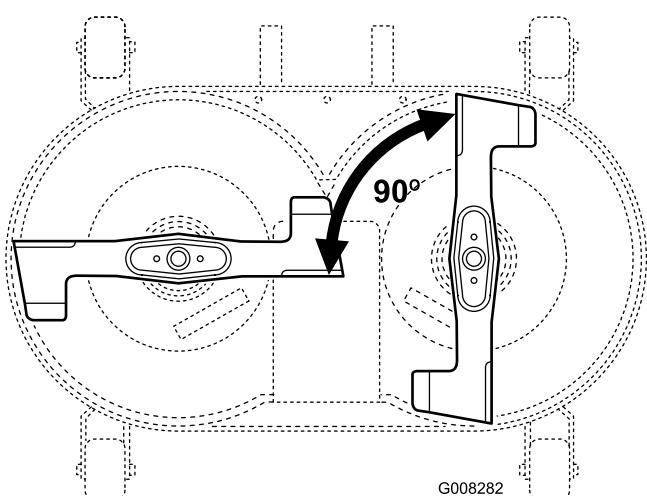

Figura 42
2. Sitúe una cuchilla perpendicular 90° a la otra (Figura 42).